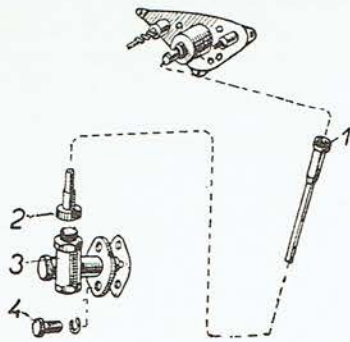

Abb. 154
6. Der Antrieb des Drehzahlmessers ist durch Abschrauben der Überwurfmutter (Abb. 154) abzulösen und der Antrieb ist aus der Leitung des Drehzahlmessers herauszuschieben.
Bei einer Störung am Getriebekrümmen (Abb. 154/3) ist die Überwurfmutter des Getriebekrümmen-Antriebes abzuschrauben und der Krümmen ist durch Ausschrauben von zwei Schrauben M 8×25 (Abb. 154/4) vom Vorderdeckel des Kurbelgehäuses abzunehmen.